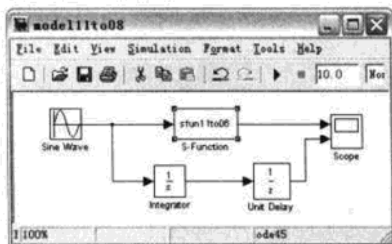

图 11.23 通过模块与 S 函数共同实现的混合模型
(1) 建立模型，Simulink 模型如图 11.23 所示，保存为 model11to08.mdl。